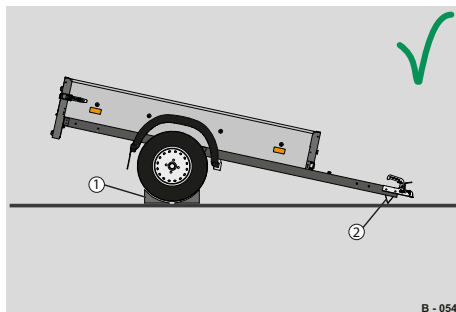

Abb. 97 Anhänger, ungebremst
- Unterlegkeile (Abb. 97/1) unter die Räder legen.
- Anhänger - bei langer Standzeit - auf der Deichselstütze (Abb. 97/2) abstellen. Durch die Schrägstellung kann Staunässe und mögliche Eisbildung auf der Ladefläche und dem Dach verhindert werden.